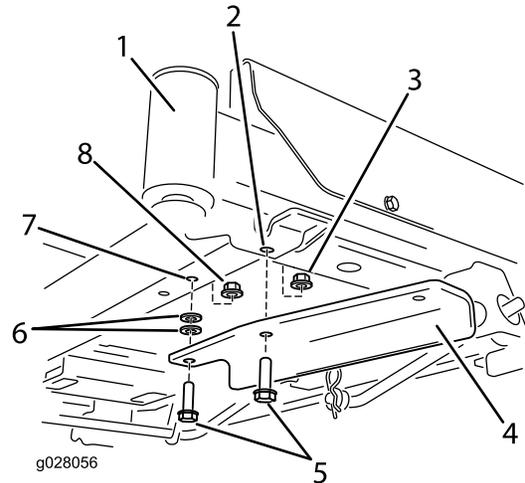

Figura 4
- Para máquinas sem pedal de ajuda à elevação: prenda o suporte utilizando os dois parafusos (3/8 x 1-1/4 pol.), duas anilhas e duas porcas de bloqueio (3/8 pol.) (Figura 4). Uma porca de bloqueio é das peças soltas e a outra é reutilizada da remoção anterior.